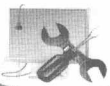

图 7-13 “备份分区表”对话框
步骤④ 弹出“备份分区表”对话框，在“保存在”下拉列表框中选择保存的路径，在“文件名”文本框中输入分区表名称，如图 7-13 所示。